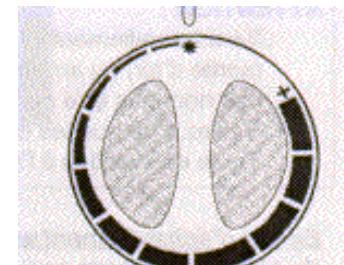

рис. 4
- Положение, соответствующее минимальной регулировке, * (рис. 4), обеспечивает выполнение функции Hors-Gel (букв. "против замерзания") с поддержанием минимальной температуры около 5 °C.
- При проветривании помещения необходимо отключить прибор, установив ручку в положение "*" (рис. 4).